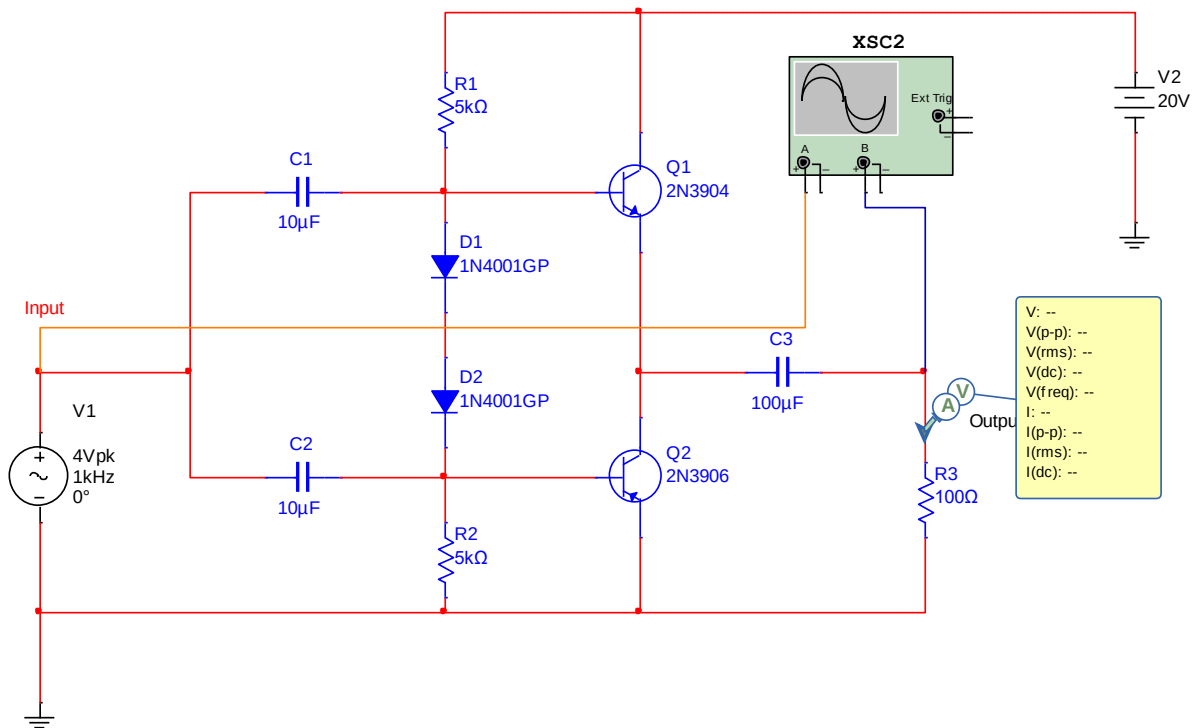

Figure 5. Amplificateur de puissance classe « AB ».
2. Brancher le GBF sur l'entrée du montage base commune (figure 5).